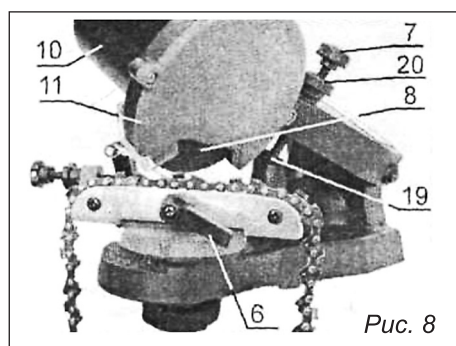

Рис. 8
- Опустите корпус 10 (рис. 8) и переместите цепь так, чтобы заточной диск 8 попал в выемку зуба и уперся в нее.
- Удерживая корпус 10 (рис. 8) в этом положении вкрутите винт 7 до упорной площадки 19 основания и затяните гайку 20.
- При заточке зубьев цепи плавно опускайте корпус 10 (рис. 8) до касания винтом 7 упорной площадки 19 (рис. 8). Заточка получается качественной, если контакт между диском и зубом происходит постепенно и плавно. Не задерживайтесь долго на обработке одного зуба.
По завершении заточки одного зуба нажатием на красную кнопку выключите станок. Поднимите корпус 10 (рис. 8) в верхнее положение.